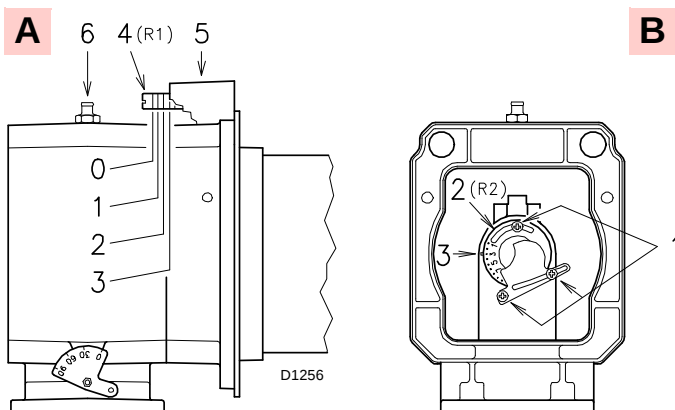

Fig. 16
Op dit punt van de installatie zijn de branderkop en de mof aan de ketel bevestigd zoals in A)(Fig. 16).
- die van de lucht R1 (**A**, Fig. 16)
- die van het gas/lucht R2 (**B**, Fig. 16)
Draai de schroef 4)(Fig. 16) rond totdat het gevonden merkteken samenvalt met het voorste vlak 5)(Fig. 16) van de flens.
Los, om de regeling te vergemakkelijken, de schroef 6)(Fig. 16), regel en zet dan vast.
Los de 3 schroeven 1)(Fig. 16) en draai de ringmoer 2) rond tot dat het gevonden merkteken samenvalt met de index 3). Blokkeer de 3 schroeven 1).
Het diagram (Fig. 17F) geeft de optimale regeling voor een type ketel volgens Fig. 4 op pag. 12 weer. Als de gasdruk het toelaat, kan met de sluiting van de ringmoer 2)(Fig. 16) de vorming van NOx beperkt worden.